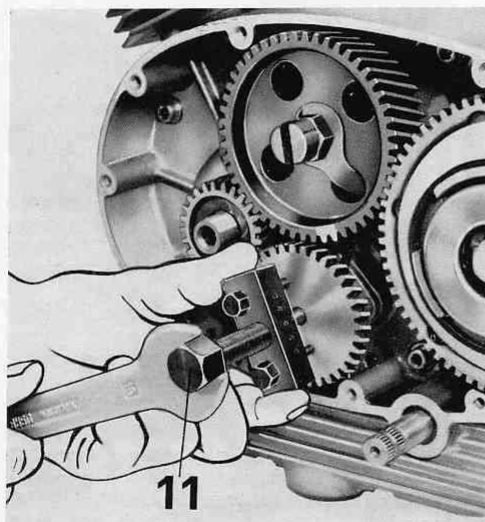

Fig. 17
- l'ingranaggio pompa olio con estrattore numero 32106302 (11 di fig. 17);